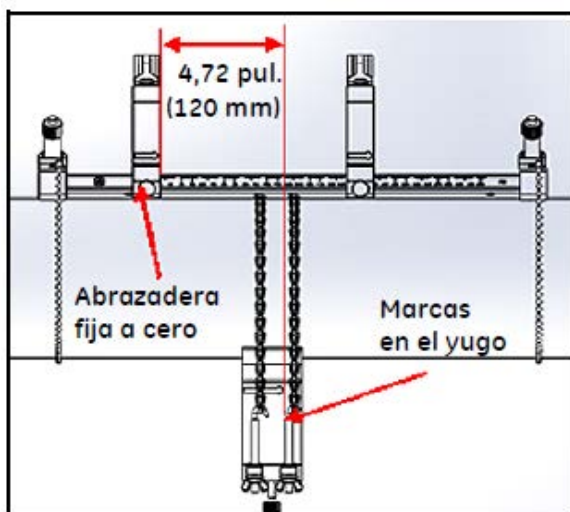

Figura 30: Yugo ajustado a 120 mm/4,72 pulg.
- Espaciado de <math>< 305\text{ mm}</math> (se utiliza $120\text{ mm}/4,72\text{ pulg.}</math> a modo de ejemplo): Mida la distancia requerida de $120\text{ mm}/4,72\text{ pulg.}</math> desde el borde de la abrazadera fija hasta la línea marcada en el yugo (véase Figura 30 más abajo).$$